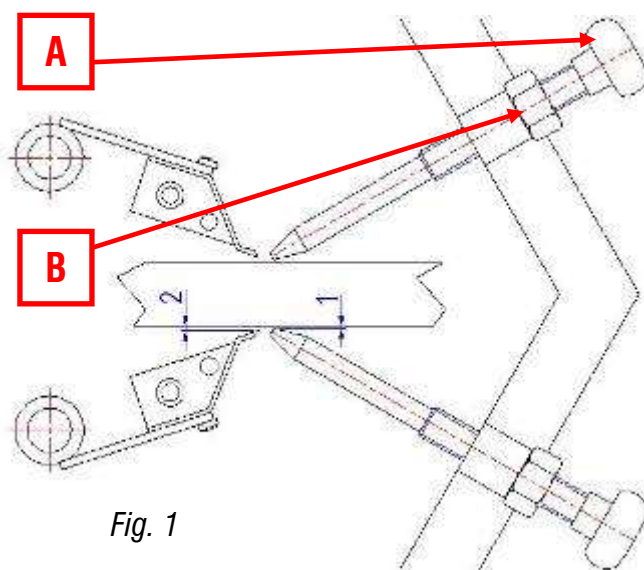

Fig. 1
**Il gioco tra il legno e le guide deve essere almeno 1 mm per parte (fig. 1 – pag. 4).**
**Il gioco tra il legno e le lame deve essere almeno 2mm per parte (fig. 1 - 2 pag. 4).**